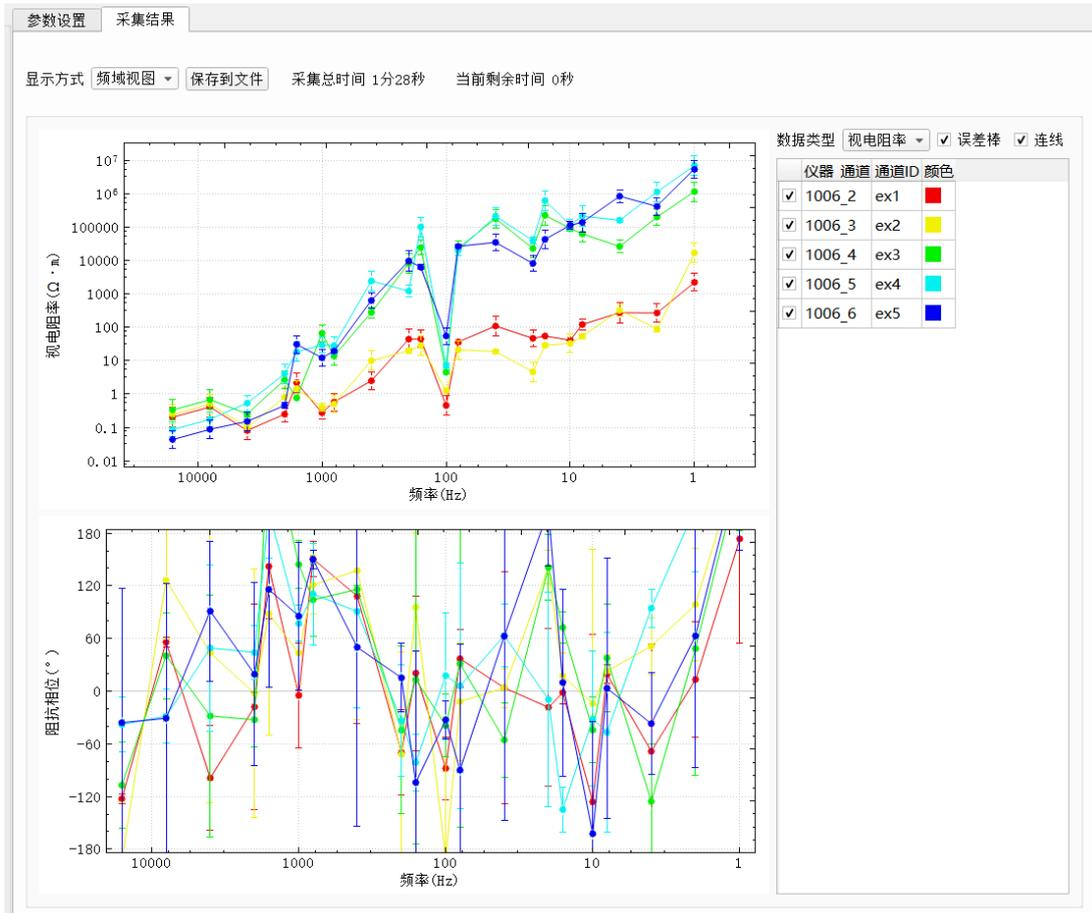

图 5-7. 视电阻率显示页面
6. 单击“采集结果”，将控制软件的页面切换到视电阻率显示页面，软件可以实时显示计算出的视电阻率结果，如图 5-7 所示。该页面的具体操作见下一节。